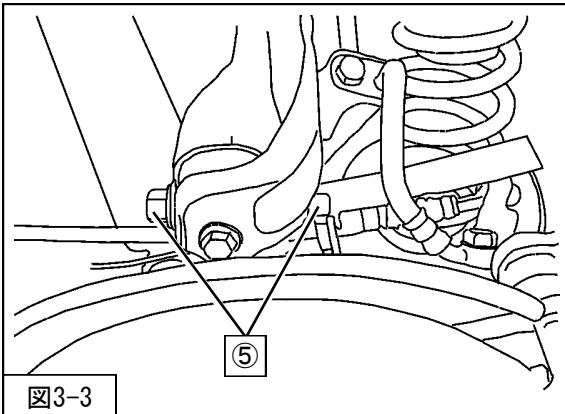

図3-3
4. ⑤アッパーアーム取付ボルト・ナットを取外してください。（図3-3）